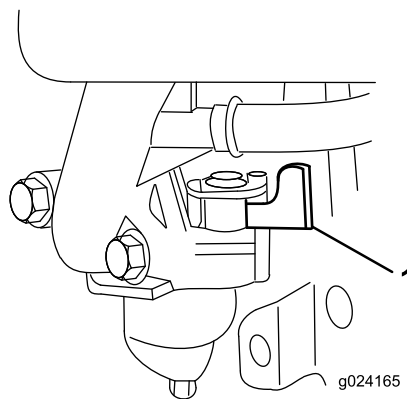

Figure 14
2. Ouvrez le robinet d'arrivée de carburant en tournant le levier vers la **droite** (Figure 14).
Remarque: Fermez le robinet d'arrivée de carburant en tournant le levier (Figure 14) vers la **gauche** si vous ne prévoyez pas de démarrer le moteur tout de suite après.